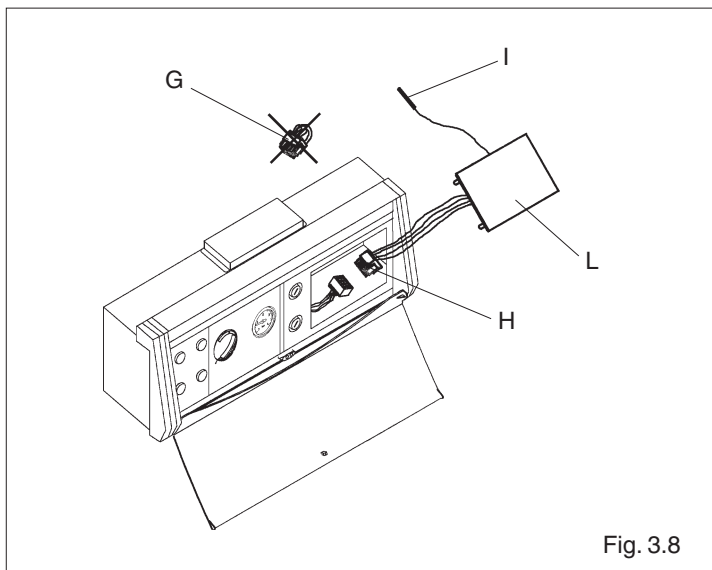
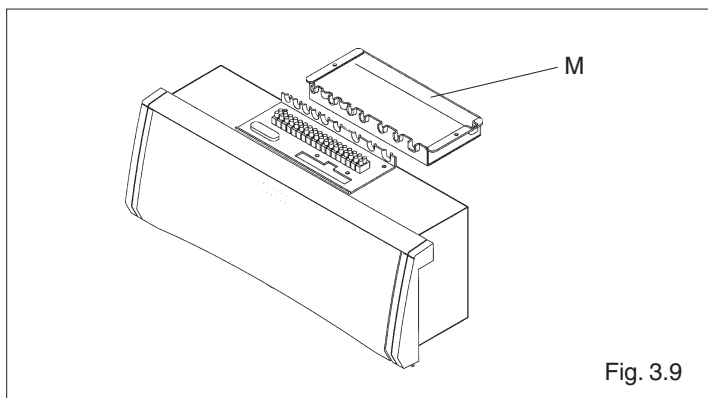

Fig. 3.8
Fig. 3.9
- rimuovere il connettore maschio a 12 poli (G) situato all'interno del pannello di comando e collegare il connettore maschio a 12 poli (H) del cablaggio dell'interfaccia elettrica (fig. 3.8)
- far passare il bulbo (I) del termostato limite a 6 contatti in uno dei passacavi presenti sulla carenatura del pannello di comando (fig. 3.8)
- posizionare il bulbo (I) all'interno del pozzetto portasonde della caldaia (riferirsi al libretto istruzioni specifico)
- posizionare la copertura (L) nel foro di apertura del pannello di comando e chiudere con uno scatto
- aprire il coperchio di protezione della morsetteria (M) dalla carenatura svitando le due viti di fissaggio (fig. 3.9)